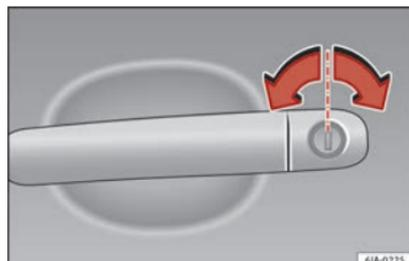

Abb. 3 Fahrtürgriff mit Schließzylinder.
- Schlüsselbart in den Schließzylinder stecken und Fahrzeug ent- bzw. verriegeln » Abb. 3.